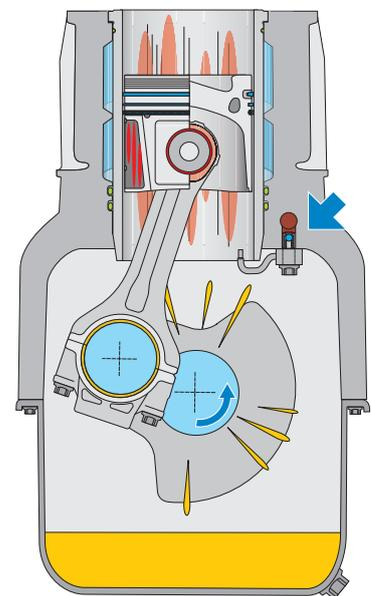

Fig. 1: Lubrificação deficiente com funcionamento em marcha lenta excessivo
- Sai pouco óleo das bronzinas. Consequentemente, chegam poucos salpicos de óleo à parede do cilindro. A sujeira e o desgaste abrasivo não são purgados, causando já na rodagem um desgaste elevado (Fig. 1).
- A válvula de pressão (seta na Fig. 1) para a refrigeração por injeção do pistão não se abre em marcha lenta. O pistão não é arrefecido e o gotejamento insuficiente de óleo provoca uma lubrificação deficiente do pino de pistão e da bucha de bronzina de biela.